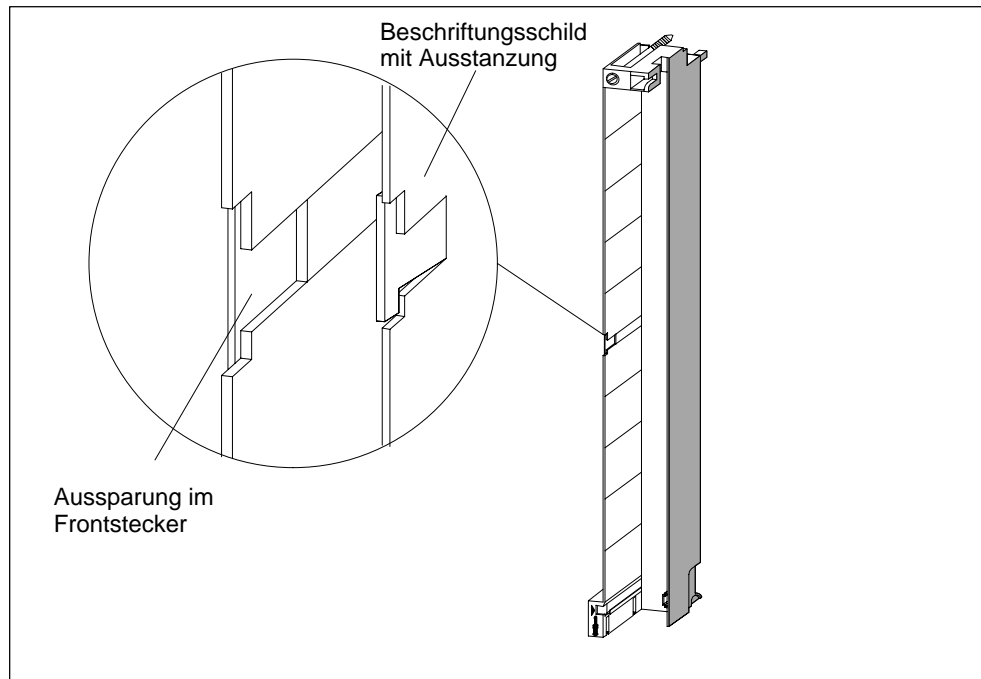

Bild 4-20 Beschriftungsschild im Frontstecker anbringen
2. Bringen Sie ein Beschriftungsschild links im geöffneten Frontstecker an. Das Beschriftungsschild hat in der Mitte eine T-förmige Ausstanzung, mit deren Hilfe Sie das Schild am Frontsteckergehäuse fixieren können. Spreizen Sie die Ausstanzung leicht zur Seite und führen Sie sie beim Einschieben des Schildes hinter die entsprechende Aussparung am Frontstecker (siehe Bild 4-20).
Bild 4-20 zeigt im Detail, wie Sie ein Beschriftungsschild innen im Frontstecker anbringen.